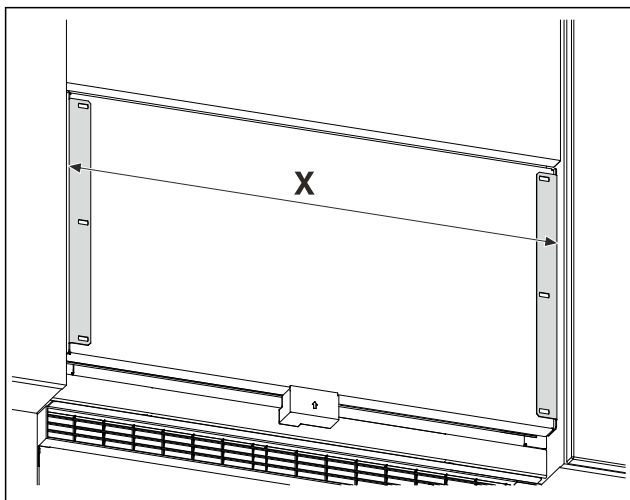

Fig. 26 Приклад зображення
- Виміряйте відстань Fig. 26 (X) між зовнішніми краями кріпильного кутника.